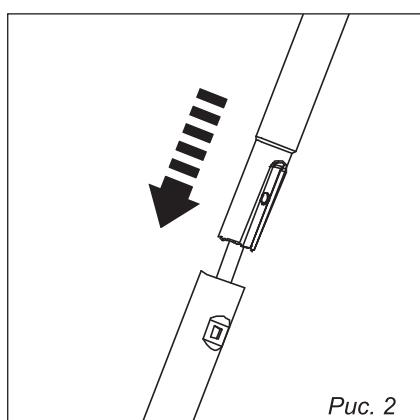

Рис. 2
7.1. Монтаж штанги (рис. 2, 3)
1. Установите верхнюю и нижнюю части штанг таким образом, чтобы совпали отверстия на каждой стороне (рис.2)